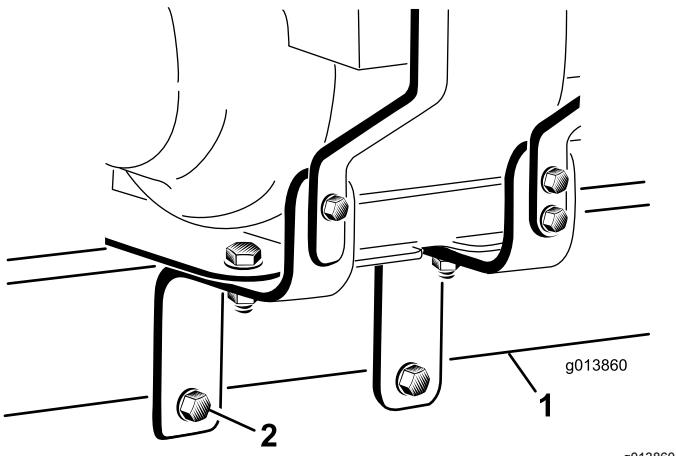

Figura 7
8. Insira os dois parafusos ($\frac{1}{2}$ pol. x 5 pol.) através dos furos do suporte de montagem do motor assegurando que coloca uma anilha de cabeça chata em cada face exterior do suporte de montagem do motor e assegurando que os parafusos passam por baixo do tubo de engate. Aperte à mão as duas porcas ($\frac{1}{2}$ pol.) como se mostra na Figura 7.